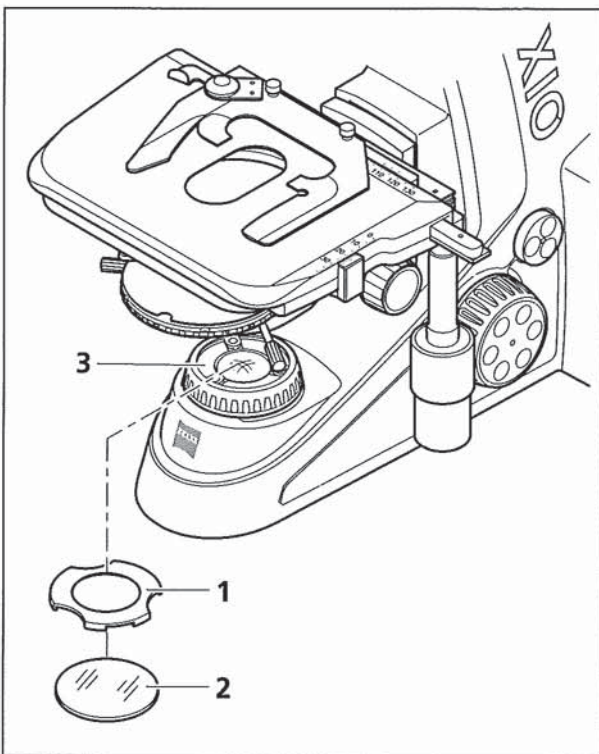

Bild 2-18 Filteraufnahme auf dem Leuchtfeldblenden-Bedienring für Filter $d=32 \times 4$ mm
- Das Filter (Bild 2-18/2) auf den Leuchtfeldblenden-Bedienring (Bild 2-18/3) auflegen.
- Zum Fixieren des Filters die Filterklemme (Bild 2-18/1) auf den Leuchtfeldblenden-Bedienring aufsetzen.